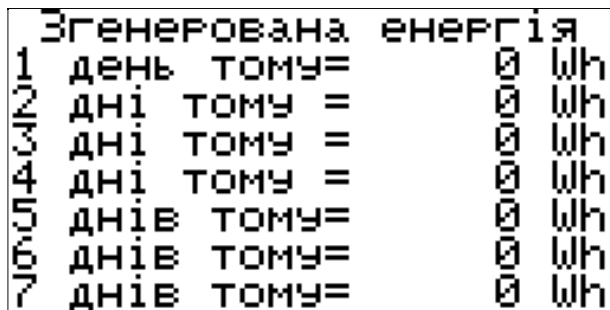

Рис. 10
7.2.2.4 Екран «Згенерована енергія» представлений на Рис. 10.